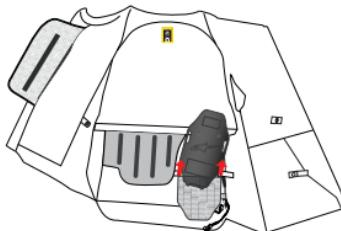

図13
3. 2つの固定用面ファスナーを開いて、インフレーターハウジング（4）をポケットから取り出します（図 13）。